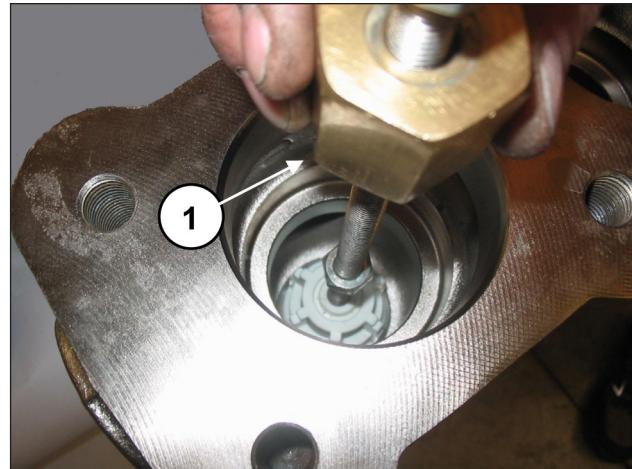

Fig. 112
Extraire le groupe souape d'aspiration en appliquant un chassoir à inertie sur l'orifice M10 du guide de souape (rep. ①, Fig. 112).